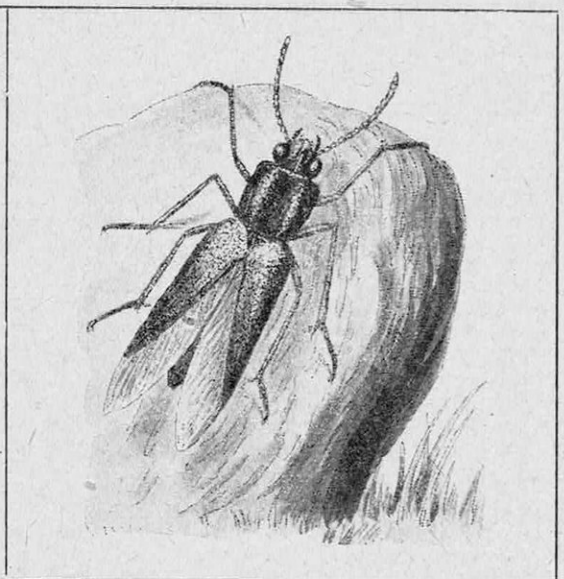

FIG. 17. — SITARIS A L'ÉTAT PARFAIT
cants : *Meloes*, *Sitaris*, etc. Les figures 17 et 18 montrent l'évolution d'un *Sitaris*.
Au bout de peu de temps, elle mue, devenant toute différente de son premier état (2). A cet âge, elle n'est plus carnassière, mais se nourrit des provisions du nid ; puis elle se transforme en puppe inactive (3), d'où sort une larve (4), ressemblant à celle du deuxième âge. Pour terminer, elle devient la nymphe d'où éclôt l'insecte parfait (fig. 17).